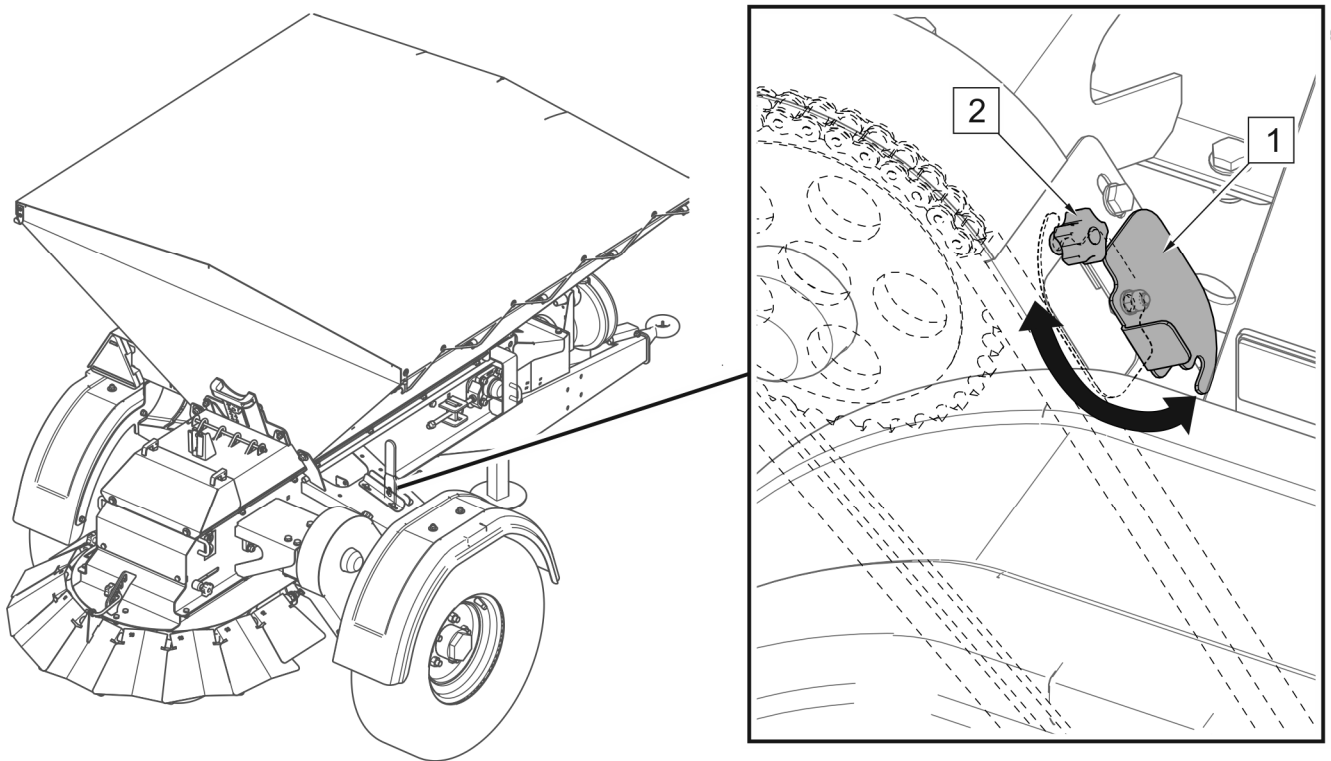

РИСУНОК 5.3 Кришка кожуху ланцюга
Доступ до ланцюга передачі можливий після послаблення затискного гвинта (2) і відкриття кришки (1) у кожусі передачі (РИСУНОК 5.3)